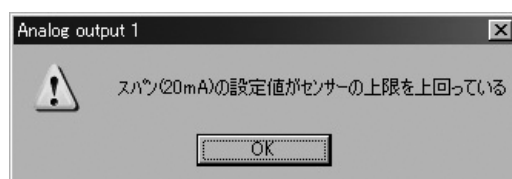

図102
- ② 設定項目を入力し、「OK」ボタンをクリックした後、変換器側で、その設定に誤りがあると判断した場合には図102のような警告のエラーボックスが現れます。「OK」ボタンをクリックし、誤った入力を訂正してください。